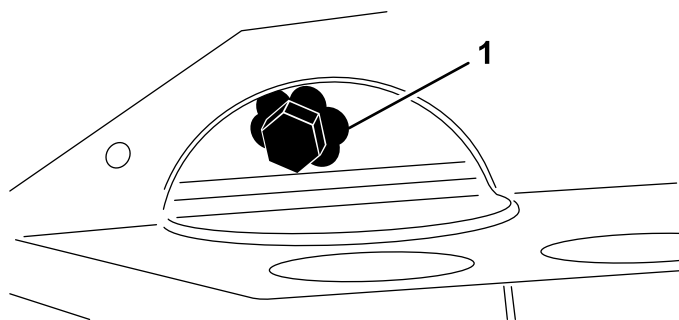

図 45
2. ドレン・プラグ（図 45）を外してオイルを容器に受ける。